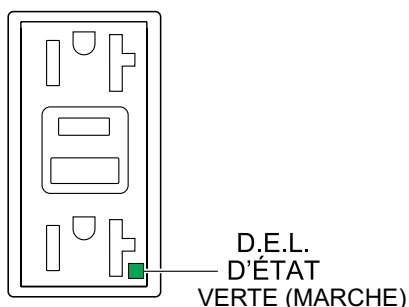

**Figure 75. Réceptacle GFCI (MARCHE)**
3. Vérifiez que le **voyant d'état** du **réceptacle GFCI** correspondant (Figure 75) est **ALLUMÉE (VERT)**.